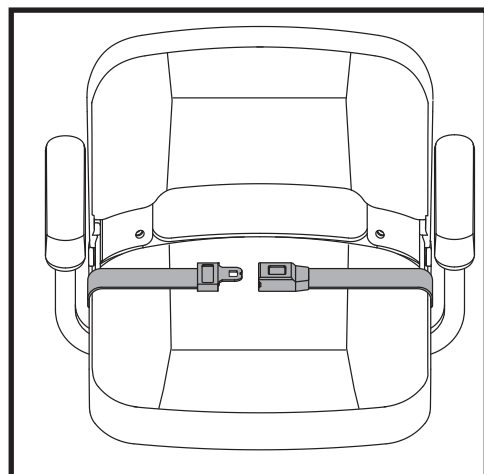

Figura 29. Cinture di sicurezza - Cintura di sicurezza con aggancio metallico
La seduta del miniscooter può essere dotata di cinture di sicurezza regolabili per maggiore comodità. **Vedere figura 29 o 30.** La cintura di sicurezza è stata progettata per garantire un maggiore supporto all'utente ed evitare che scivoli in avanti o indietro sulla seduta. La cintura di posizionamento non è concepita come dispositivo di contenimento.
1. Inserire il gancio metallico del lato destro della cintura nella chiusura di plastica al lato opposto spingendo fino a sentire un "click". **Vedere figura 29.**